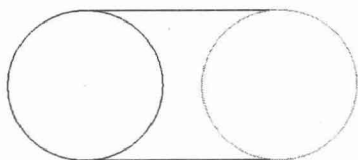

图 1-11 绘制线段 (2)
(3) 使用同样的方法绘制两圆下部的切线，如图 1-11 所示，然后按 **[Esc]** 键退出直线工具。